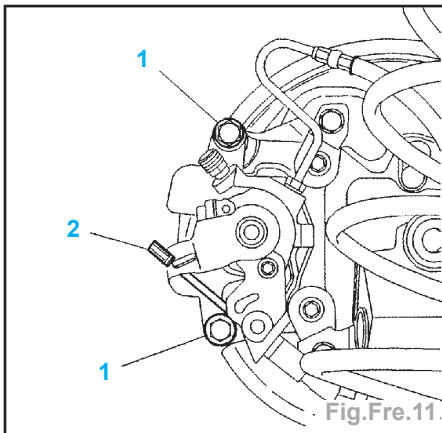

Fig.Fre.11
- Désaccoupler le câble de frein de parking (2) de l'étrier (Fig.Fre.11).